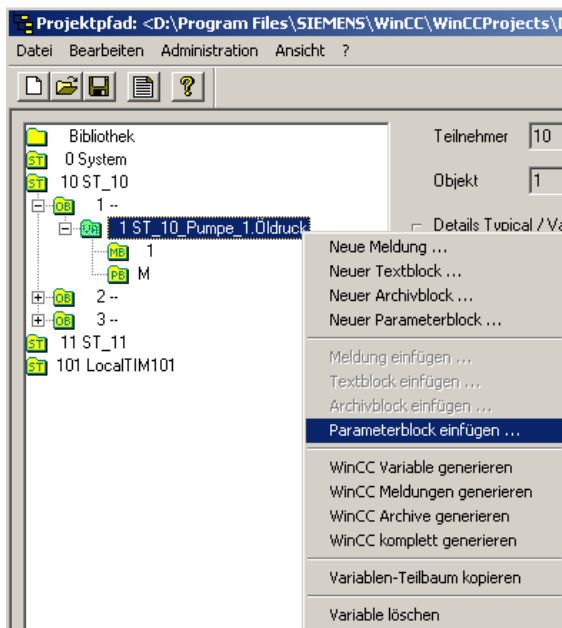

Bild 4-67 Einfügen einer Verarbeitung
3. Selektieren Sie die gewünschte Variable mit der rechten Maustaste und öffnen Sie das Auswahlnenü (siehe Bild 4-67).